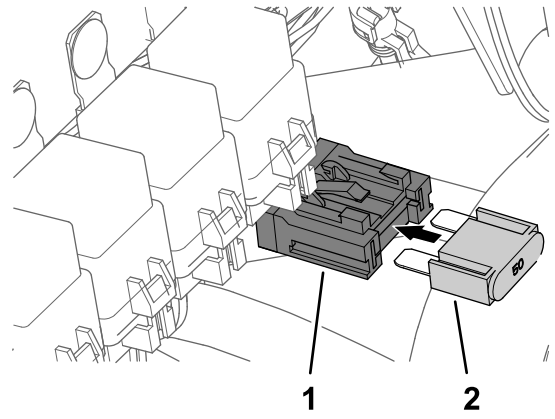

图192
7. 将保险丝 50 A 插入直列保险丝盒直至保险丝完全到位图192。